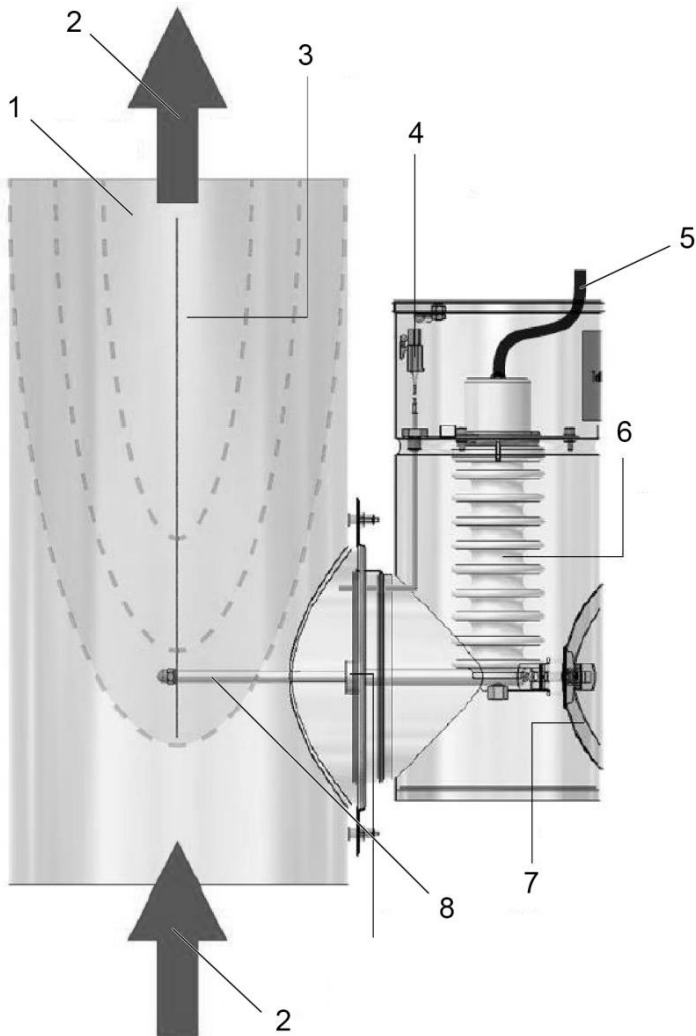

Abb. 14: Baugruppenübersicht Abscheidereinsatz (eingebaut in T-Stück des Airjekt® 1 Basic)
Einbaurichtung des Partikelabscheider Airjekt® 1 beachten (→ rote Pfeile (2) Abb. 14), nicht nach unten zeigend montieren, da sich so Staub im Abscheidereinsatz sammeln kann.